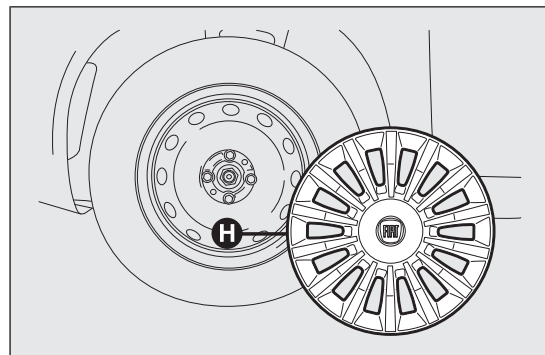

fig. 125
- ☐ déposer l'enjoliveur de roue H fig. 125 (versions dotées de jantes en acier) ou déposer l'enjoliveur de roue couvre-moyeu (versions avec jantes en alliage) ;